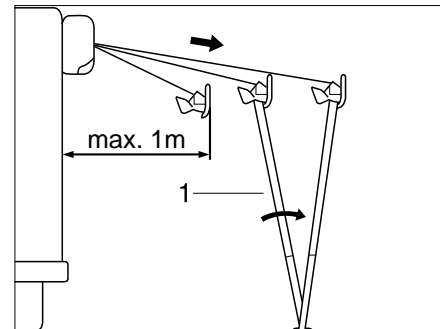

Bild 38 Markise aufstellen
- Stützfüße (Bild 38,1) ausklappen und auf den Boden stellen.